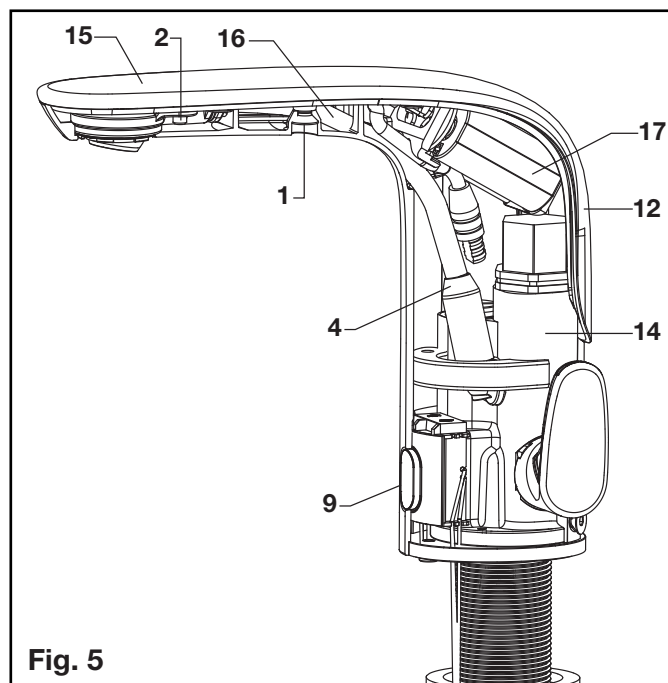

Fig. 5
B REEMPLAZAR LA BATERÍA; Fig. 5, 6
3. Empuje la BATERÍA (17) hacia adelante y jálala para retirarla. (Fig. 5)
C CAMBIAR EL RANGO DE DETECCIÓN DEL SENSOR Fig. 5, 6